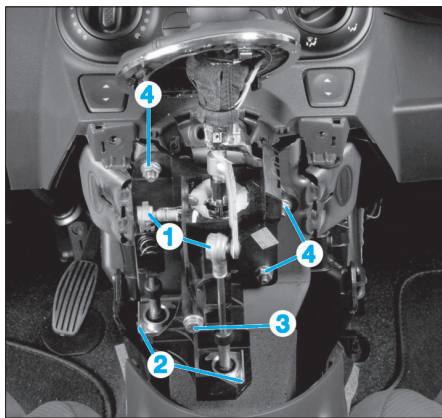

Fig. 61
- Détacher les rotules (1) (Fig.61) d'enclenchement et de sélection des vitesses.
- Enlever les agrafes (2) de fixation des câbles de sélection / enclenchement des vitesses.
- Dévisser la vis (3) et les écrous (4) de fixation.